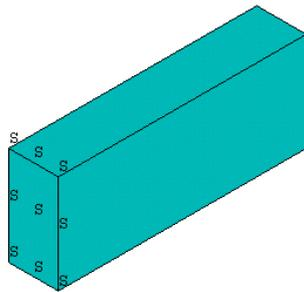

图5.15 对面施加对称约束
- (1) 单击工具栏上的 **RESUM_DB** 按钮，恢复 5.2.1 节中保存的模型数据库。
- (2) 单击 Main Menu>Solution>Define Loads>Apply>Structural >Displacement>Symmetry B.C.>On Areas 菜单，弹出【Apply SYMM on Areas】对话框，在图形视窗中选中左侧端面。
- (3) 单击【OK】按钮对称约束即施加完毕，如图 5.15 所示，对称边界上标有 S 标记。